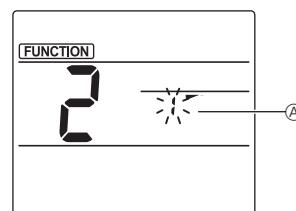

Fig. 2
- ② Selecionar o número da palheta (Fig. 2)